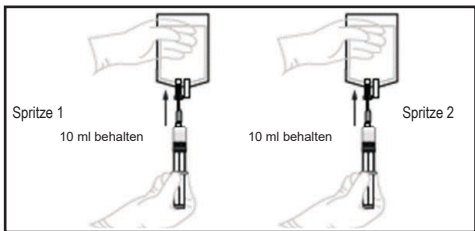

Abbildung 14.
- 4.2 Eine sterile Filternadel an einer der Beladungsspritzen anbringen. Die Filternadel nach oben halten und den Überstand ausstoßen, sodass etwa 10 ml in der Spritze verbleiben. Den Schritt mit der zweiten Beladungsspritze wiederholen (Abbildung 14).